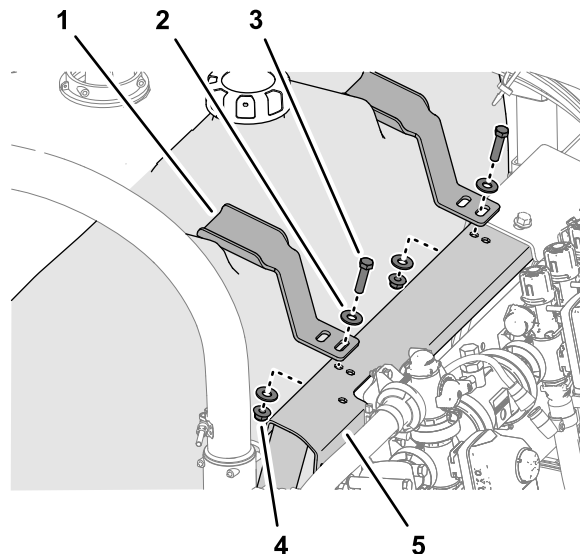

图 16
1. 将压紧装置支架与模制在冲洗水箱顶部的释放装置对齐图 16。
2. 将压紧装置支架上的槽与阀门安装架上的孔对齐图 16。
3. 用在卸掉冲洗水箱 (页码 5) 中卸下的 1 个螺栓 $\frac{3}{8} \times 1\frac{1}{2}$ 英寸、2 个垫圈 $\frac{3}{8}$ 英寸和 1 个凸缘锁紧螺母 $\frac{3}{8}$ 英寸将压紧装置松松地组装到阀门安装架上图 16。
4. 对冲洗水箱中另一凹槽处的另一个压紧装置重复步骤 1 至 3 图 16。